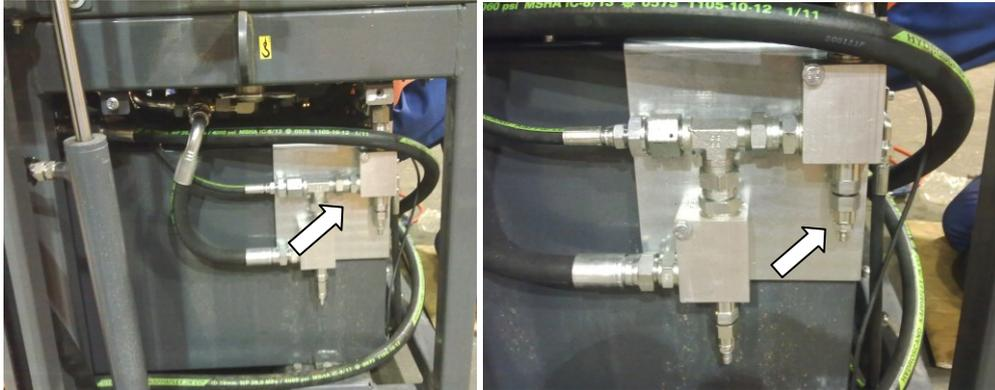

Figure 39. Réglage de la vitesse et de la puissance du cylindre de fendage
- Le cylindre de fendage est construit de deux cylindres. Le fonctionnement du cylindre est bipartite : l'un des cylindres contrôle la vitesse et les deux sont en charge de la puissance du fendage. La vitesse et le délai peuvent être réglés de la soupape en haut de la figure 39.